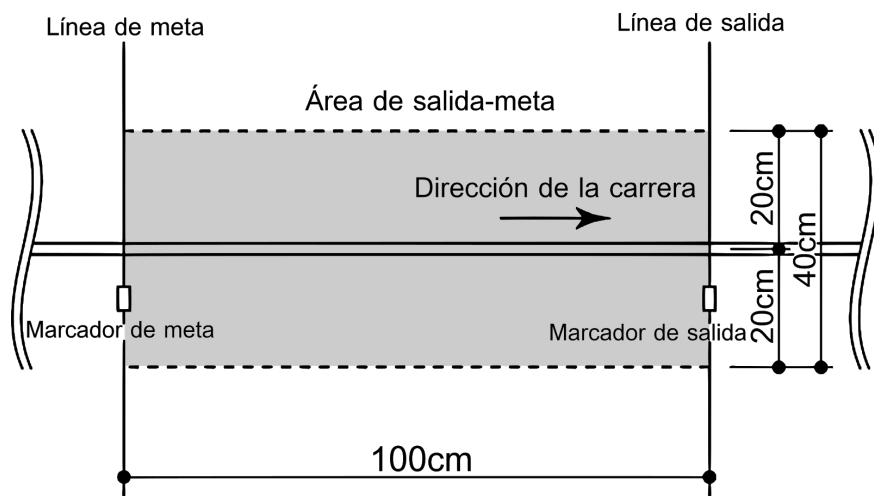
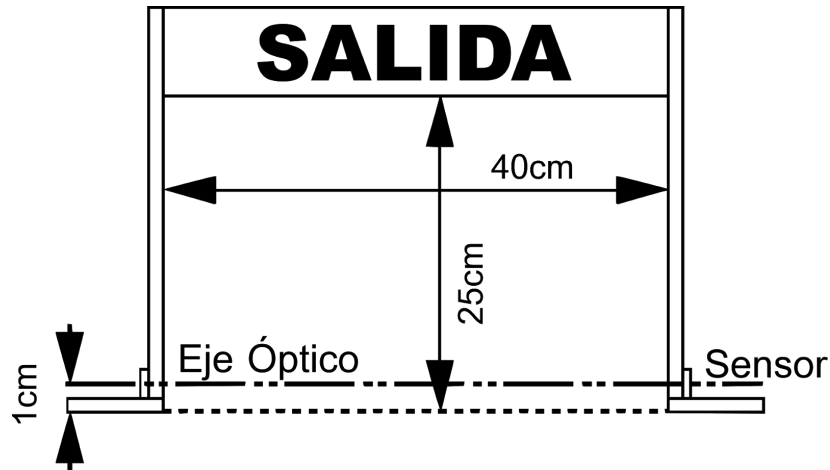

Figura 4: Área de Salida-Meta
Figura 6: Portal de Salida/Meta
- 4.7. Se denominará área de Salida-Meta la zona comprendida a 20 [cm] a la derecha e izquierda entre la línea de salida y la de meta (Ver Figura 4). En la línea de salida y de meta estarán situados el Portal de Salida y el Portal de Meta respectivamente. El ancho del portal es de 40 [cm] y su altura es de 25 [cm] (Ver Figura 6).
- 4.13. La posición del sensor de salida y de meta se muestran en la Figura 6. Estos son de tipo infrarrojo y se encuentran a 1 [cm] por sobre el suelo.